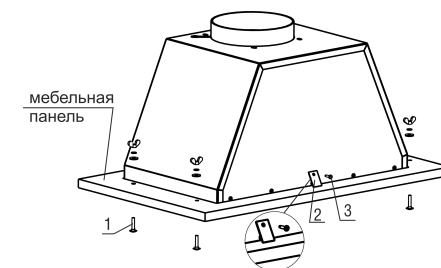

рис. 5А
6.2 Монтаж КВ «Врезной блок Flat 52Н(П)-650-КЗГ(КЗД)», «Врезной блок Flat 52Н(П)-650-ПЗГ(ПЗД)» к подвесному элементу мебели над плитой. (рис. 5 А).